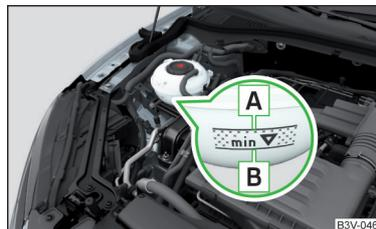

Abb. 315
**Kühlmittelstand prüfen** - der Kühlmittelstand muss zwischen den Markierungen **A** und **B** liegen » Abb. 315. Liegt der Kühlmittelstand unterhalb der Markierung **B**, das Kühlmittel nachfüllen.
Die **Spezifikation** des Kühlmittels ist auf dem Kühlmittelausgleichsbehälter aufgeführt » Abb. 315.
- Das Kühlmittel nicht über die Markierung **A** auffüllen » Abb. 315. Das Kühlmittel könnte bei Erwärmung aus dem Kühlsystem gedrückt werden - es besteht die Gefahr einer Beschädigung der Motorraumteile.